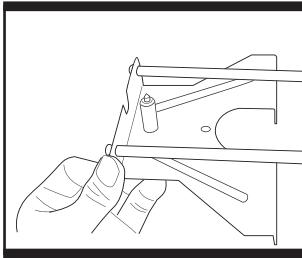
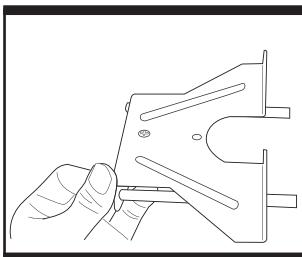

Fig. 9
Fig. 10
7. INSTALACIÓN DEL PIVOTE DE CENTRADO Y REALIZACIÓN DE CORTES CIRCULARES (Fig. 9 & Fig. 10)